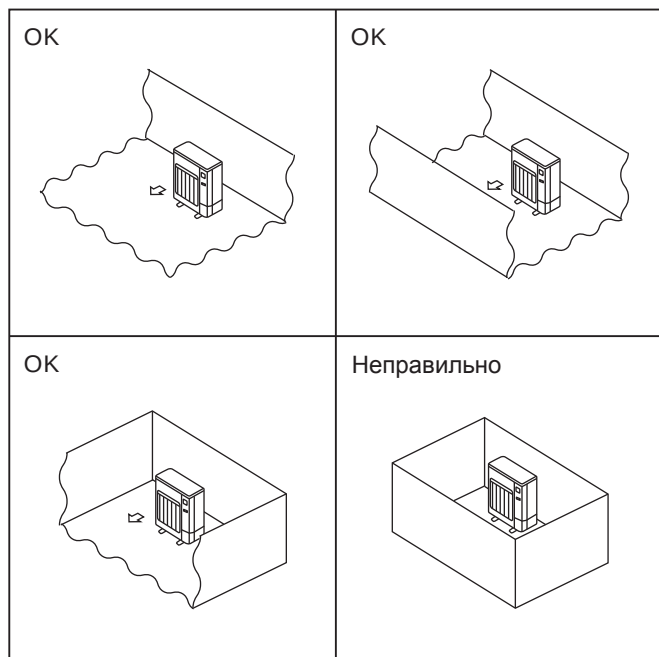

Fig. 2-1
- © Устанавливайте наружные приборы в достаточно большом пространстве без преград, либо так, чтобы, по крайней мере, одна из четырех сторон прибора была открыта. (Fig. 2-1)